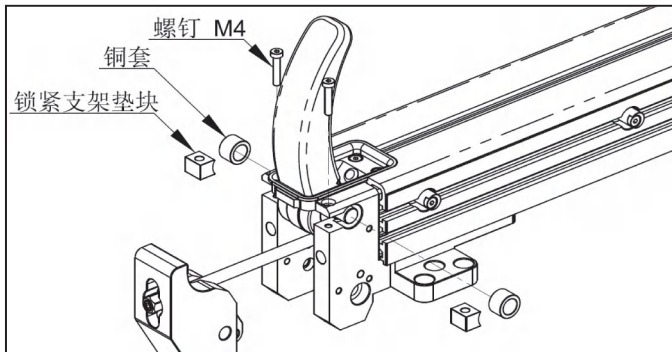

图 9-6
(6) 如图 9-6，拆下 2 个 M4 螺钉、2 个锁紧支架垫块、2 个铜套。